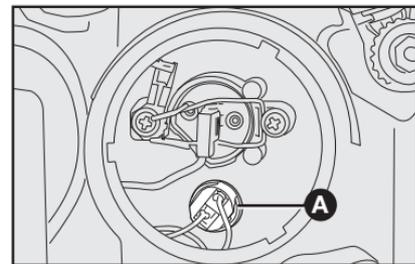

fig. 42
- 2) Puxar o porta-lâmpada **A-fig. 42** para retirá-la de sua sede;